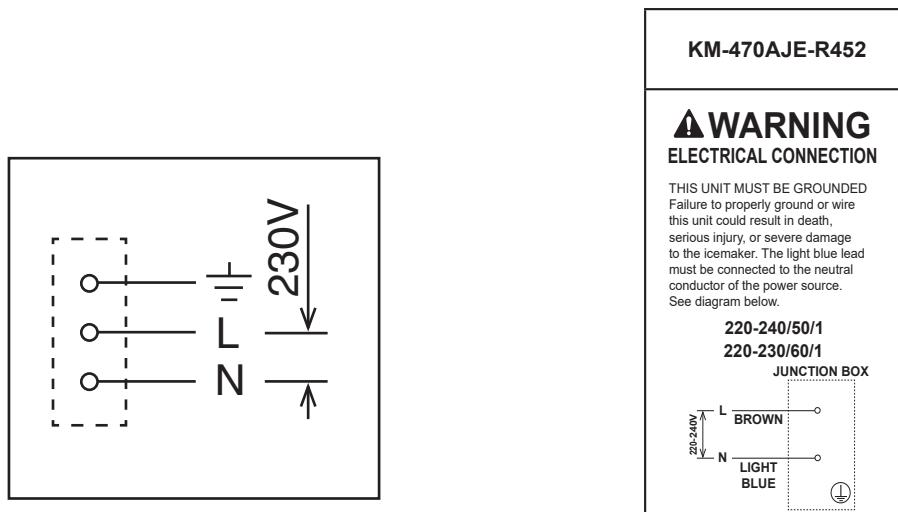

Abb. 4
- Der elektrische Anschluss muss gemäß den Anweisungen auf dem Anhänger „WARNUNG“ im Verteilerkasten mit den Anschlussdrahtenden erfolgen. Siehe Abb. 4.